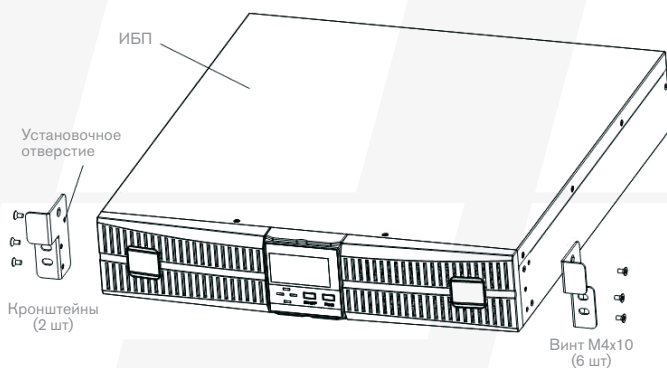

Рис. 5-5 Установка кронштейнов
1. Выньте два кронштейна и шесть винтов M4 × 10 из аксессуаров и закрепите кронштейны на ИБП с помощью винтов через установочное отверстие, как показано на рис.5-5.